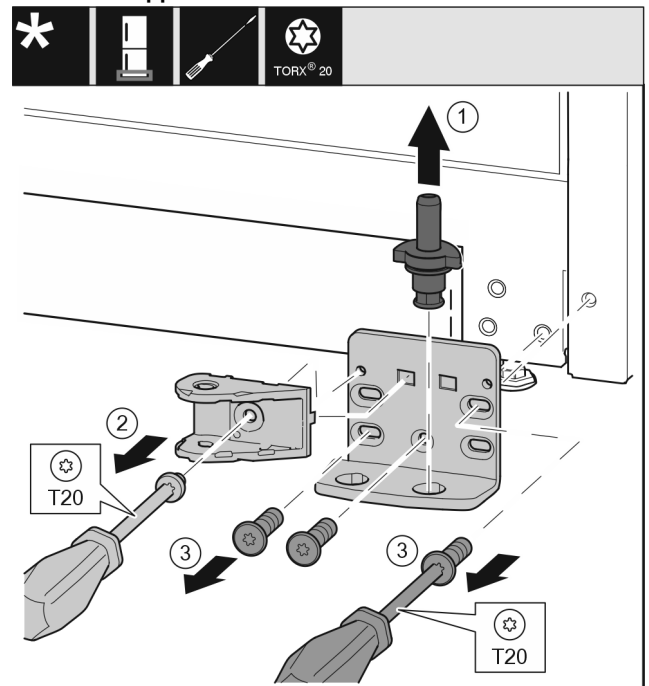

Fig. 34 *
- ▶ Sortir complètement l'axe de palier par le haut. Fig. 34 (1)*
- ▶ Desserrer la vis avec le tournevis T20 et enlever le joint amortisseur de fermeture. Fig. 34 (2)
- Desserrer les vis avec le tournevis T20 et enlever le support de palier. Fig. 34 (3)*